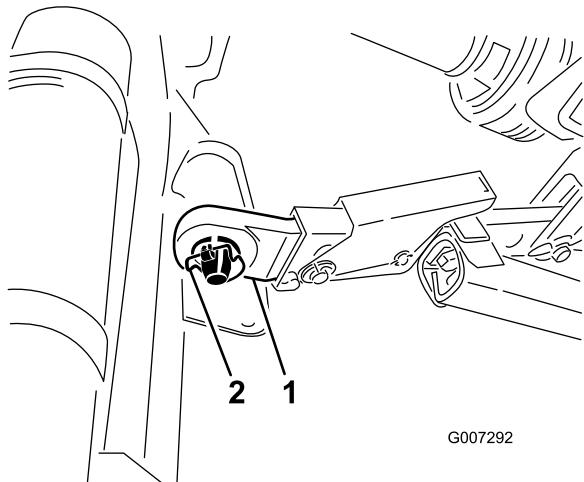

図6
5. ヒッチピンに左右の下リンクアームを挿入する 図6。
6. リンチピンで、下リンクアームをヒッチピンに固定する 図6。